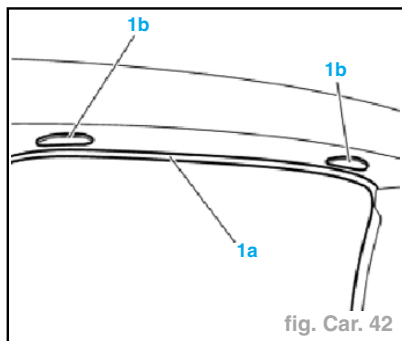

fig. Car. 42
- Déposer les couvercles (1b) pour le réglage du hayon (fig. Car. 42).